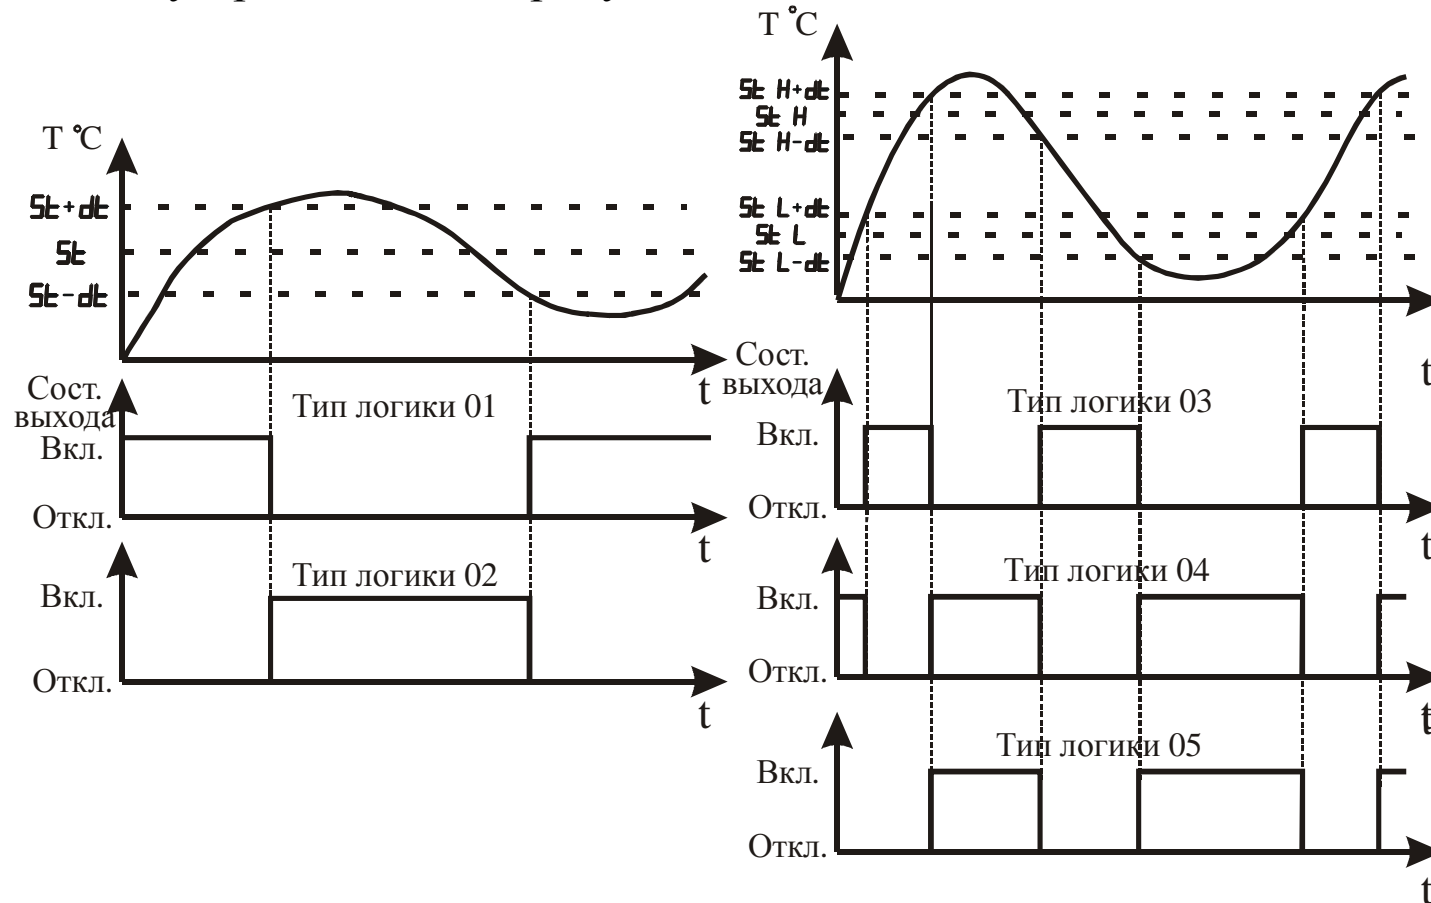

Рисунок 3.18 – Графическое представление типов логики работы выхода
3.3.3.10 Параметр “Тип логики работы прибора” определяет алгоритм управления исполнительным устройством (см. рисунок 3.18).
Тип логики “05” (модернизированная “U”-образная), в основном, аналогичен типу логики 04. Отличие состоит в том, что работа выходного устройства разрешается только после первого превышения регулируемой температурой значения $St H + dt$ (см. рисунок 3.18).